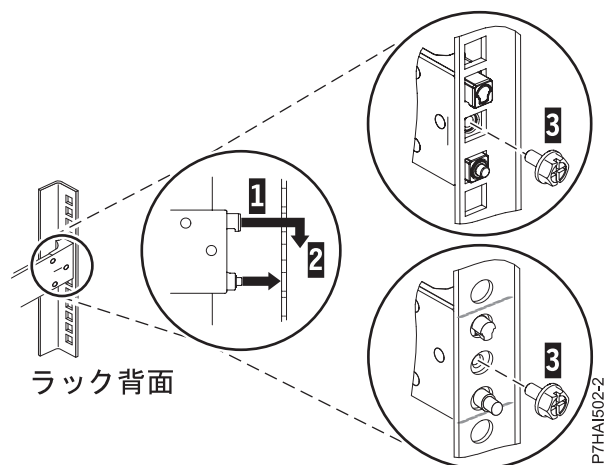

図 3. ラック背面の穴へのピンの位置合わせおよび噛み合わせ
3. スライド・レールの後部にある 2 つのピンの位置を、事前にマークを付けた、選択済みの EIA 単位の上下 2 つの穴に合わせます。スライド・レールを手前に引いて、2 つのピンをラックの穴に挿入し (1)、スライド・レールを下方に下げて (2) 上部のピンのフック機構を噛み合わせます。詳しくは、図 3 を参照してください。次のステップに進む前に、2 本のピンがラックの穴から出ていることを確認してください。